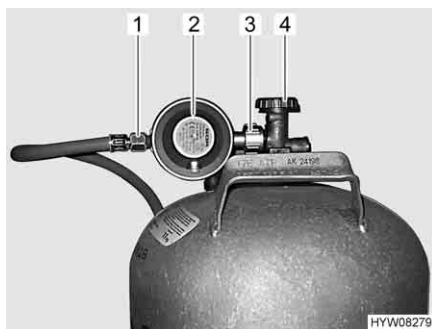

Fig. 123 Raccordo bombola del gas
- Chiudere la valvola principale di arresto (Fig. 123,4) della bombola del gas. Osservare la direzione della freccia.
- Tenere fermo il regolatore di pressione del gas (Fig. 123,2) e aprire il dado zigrinato (Fig. 123,3) (nella filettatura sinistra).
- Rimuovere il regolatore di pressione del gas con il tubo del gas (Fig. 123,1).
- Collocare il regolatore di pressione del gas (Fig. 123,2) con il tubo del gas (Fig. 123,1) sulla bombola del gas e serrare il dado zigrinato (Fig. 123,3) (generalmente filettatura sinistra). **Non** tirare con molta forza.